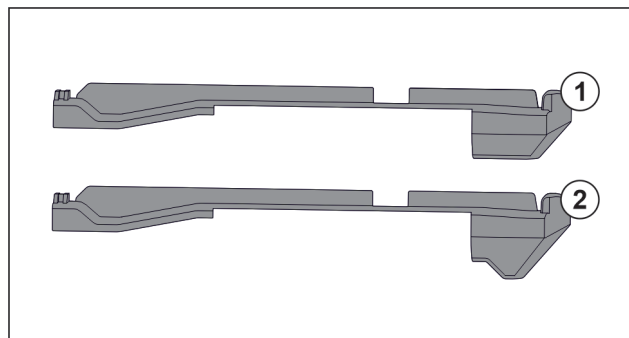

Fig. 56 Comparación de las piezas de acoplamiento
En el aparato hay dos piezas de acoplamiento distintas. La pieza de acoplamiento situada por encima del cajón inferior Fig. 56 (2) tiene un borde triangular. Todas las demás piezas de acoplamiento Fig. 56 (1) tienen un borde recto.
- ▶ Coloque la pieza de acoplamiento Fig. 56 (2) con borde triangular sobre el cajón inferior.
- ▶ Coloque las piezas de acoplamiento Fig. 56 (1) con borde recto en todas las demás posiciones.